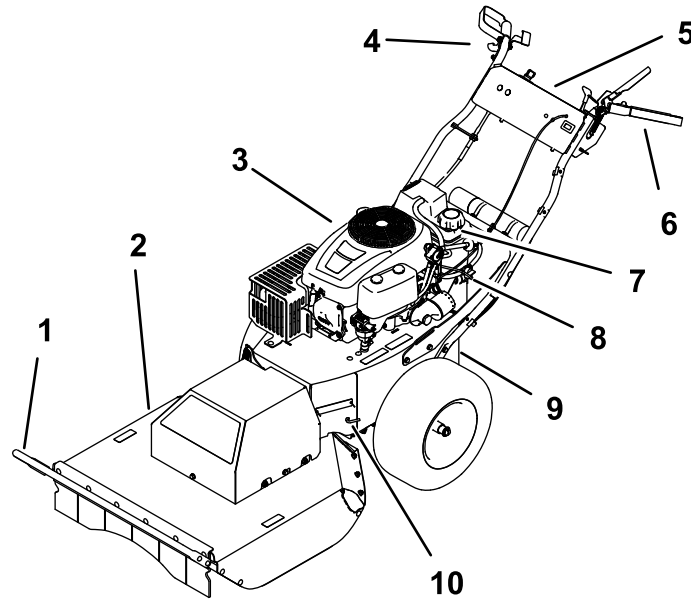
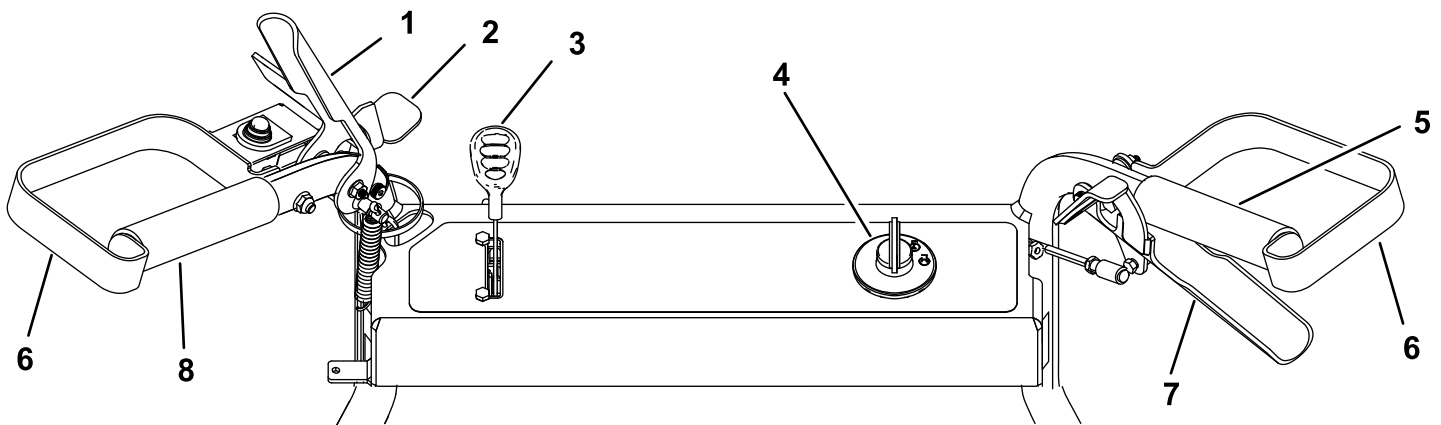

Figura 6
Figura 7
Familiarize-se primeiro com todos os comandos (Figura 6 e Figura 7) antes de ligar o motor e utilizar a máquina.
3. Limpe a zona em redor da tampa do depósito de combustível e retire-a (Figura 6).